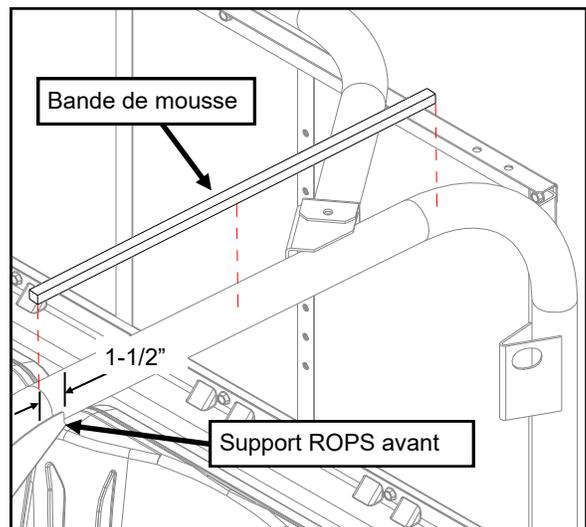

Fig. 5
5. Installez du ruban adhésif en mousse sur le dessus du ROPS avant-arrière des deux côtés du véhicule. Bande de mousse pour commencer environ 1-1/2" devant le support ROPS avant Bord. (Voir fig. 5) Remarque : Pour une meilleure adhérence, appliquez une surface propre et sèche à température ambiante.